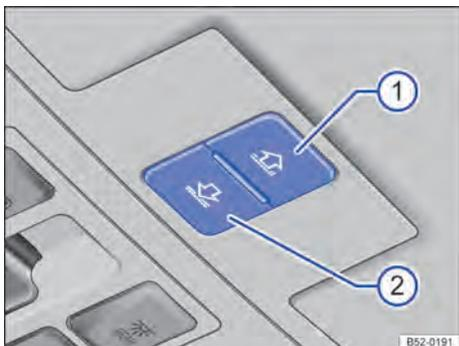

Fig. 78 No revestimento do teto: botões para a cortina de proteção solar.
Os botões → Fig. 78 ① e ② são de dois níveis. No 1º nível, a cortina de proteção solar pode ser totalmente ou parcialmente aberta ou fechada.
Função	Ação → Fig. 78
- *Cortina de proteção solar*: dentro de aproximadamente 5 segundos após a liberação do limitador de força, pressionar o botão → Fig. 78 Ⓛ o tempo necessário até que a cortina de proteção solar esteja completamente fechada.